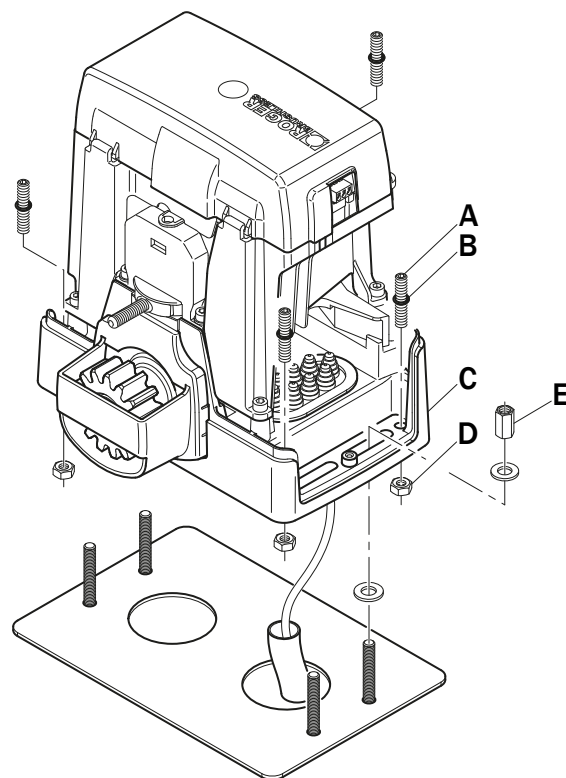

Fig. 2
- Introduzir os juntas circulares (B) em los parafusos M8x40 (A). Introduzir os parafusos nos cantos do motorreductor (C) e prendê-los com as porcas M8 (D).
- Posicione o BM30 nos 4 tirantes, conforme indicado na fig. 2. Se necessário, desenrosque as porcas da chapa de base.
- Apertar os espaçador M10 (E).